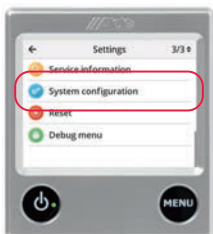

fig. 5
2. Välj "System Configuration" genom att bläddra i Settings med sidanvisningen uppe till höger, fig. 5.